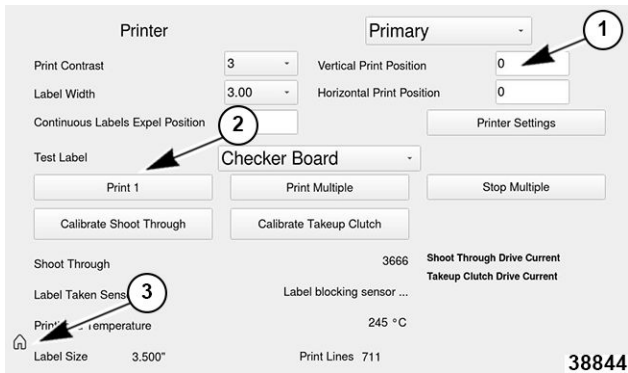

Fig. 133
5. Seleccione la **posición de impresión vertical** (1, Fig. 133).
7. Seleccione el botón **Imprimir 1** para imprimir una etiqueta y verificar el ajuste (2, fig. 133).
9. Seleccione el icono de **inicio** una vez finalizada la operación (3, fig. 133).